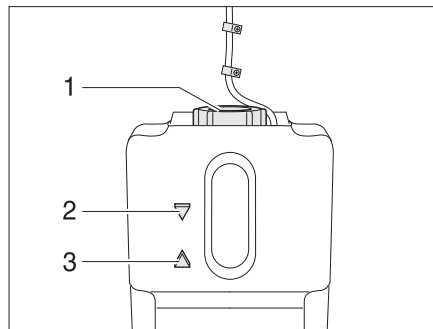

Fig. 163 Recipiente de compensación para la calefacción de agua caliente
- Comprobar si en el recipiente de compensación (Fig. 163) el líquido está entre las marcas "MIN" (Fig. 163,3) y "MAX" (Fig. 163,2).
- Abrir la tapa giratoria (Fig. 163,1) del recipiente de compensación.